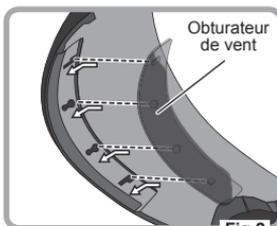

Fig.2
2. Examinez la Fig.2. Enfoncez le crochet de l'obturateur de vent dans les trous de la cache-jugulaire. Suivez le sens de la flèche pour enfoncer les crochets.